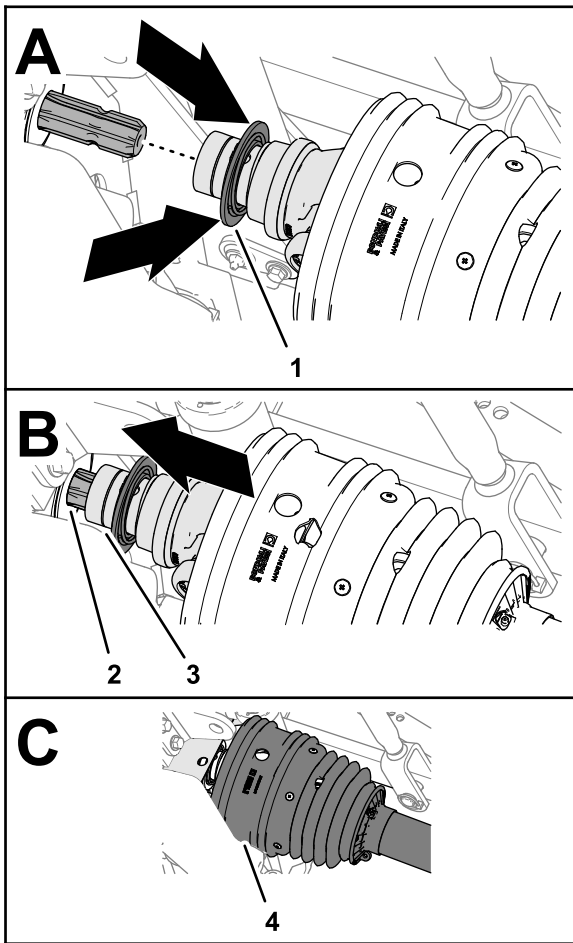

Figure 25
2. Repoussez la bague de blocage du raccord rapide vers l'arrière (Figure 25).
3. Tout en repoussant la bague de blocage, tirez la chape de l'arbre d'entraînement de PDF vers l'avant et faites glisser la douille du raccord par-dessus les cannelures de l'arbre de sortie de PDF (Figure 25).
5. Vérifiez que la protection recouvre la chape de l'arbre d'entraînement (Figure 25).